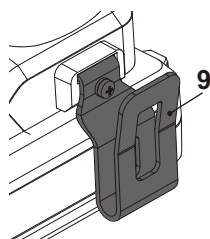

Fig. 18
- > Fixez le clip de ceinture (9) sur l'encoche et bloquez-le avec la vis. (Fig. 18).